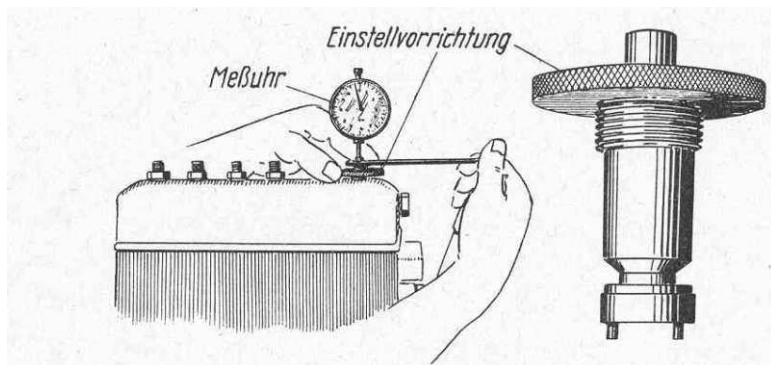

Bild 13 Einstellvorrichtung zur Einstellung der Fördermenge
5. Die Achse der Vorrichtung mit einem Schlüssel etwas nach links oder rechts verdrehen (Bild 13), je nachdem ob der Kolben mehr oder weniger fördern soll. Wie man sieht, wird bei der Deckel PSA Pumpe die Einstellung der Fördermenge nicht durch Verdrehung des Pumpenkolbens, sondern durch Verdrehung der Pumpenkolbenführung erreicht.